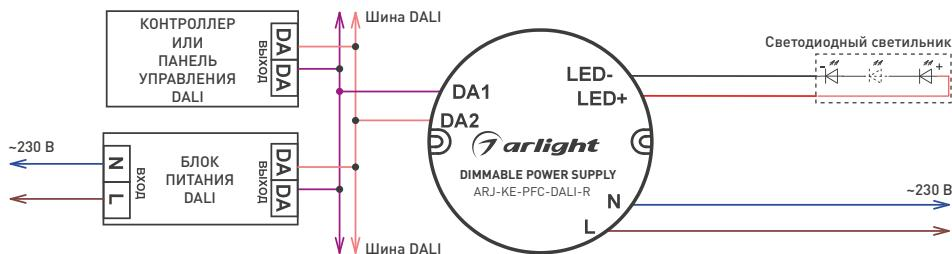

Рис. 1. Пример схемы подключения источника питания с управлением DALI.
- Подключите выходные провода **LED+** — красный, **LED-** — черный к светодиодной матрице, строго соблюдая полярность, рис. 1.